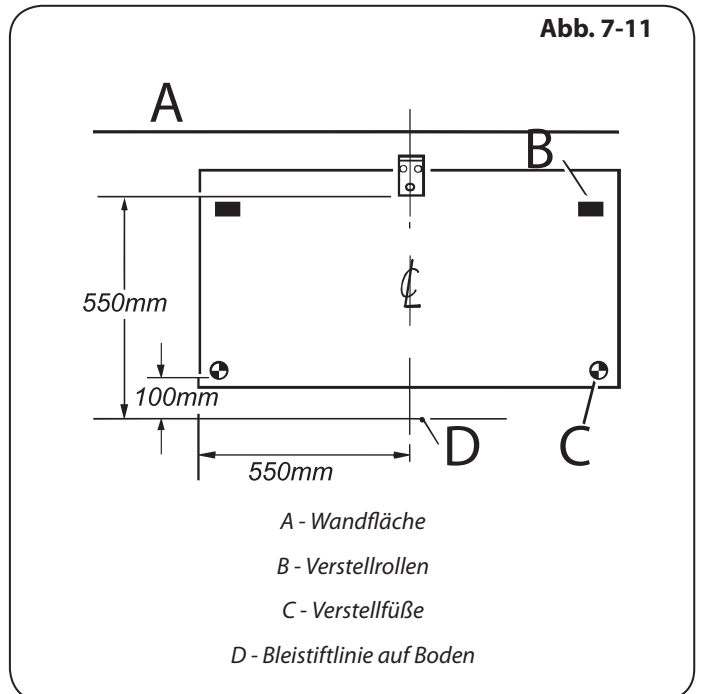

Abb. 7-11
2. Zeichnen Sie eine Bleistiftlinie 100 mm von der Vorderkante des Verstellfußes (**Abb. 7-11**).